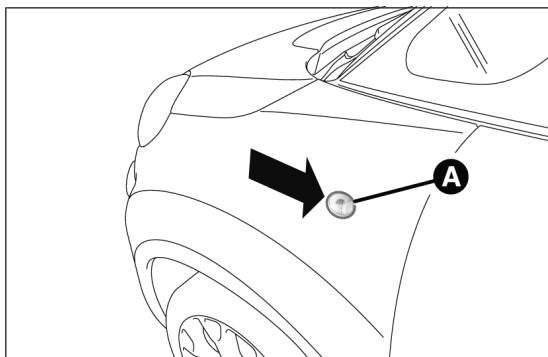
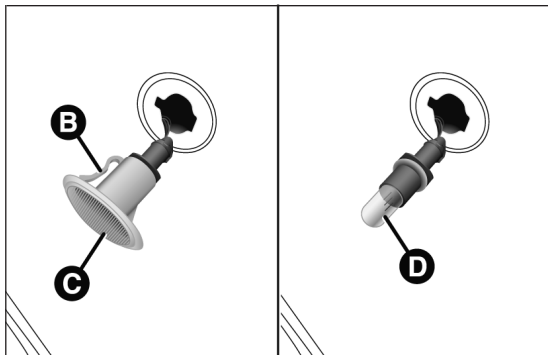

fig. 178
fig. 179
- agir sur le transparent A fig. 178 afin de comprimer le ressort interne B fig. 179, puis désolidariser le groupe vers l'extérieur ;